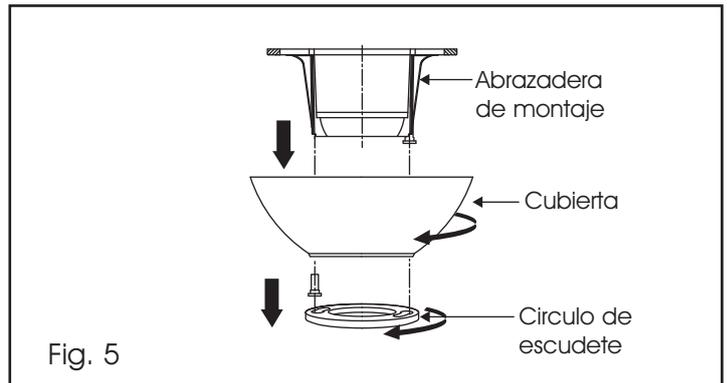

Fig. 5
**Paso 1.** Retire la tapa embellecedora del fondo del cobertor girando la tapa en sentido de las agujas del reloj. (Fig. 5)
**Paso 2.** Retire el abrazadera de montaje de la cubierta desatornillando 1 de 2 tornillos de la parte inferior del abrazadera de montaje y afloje el otro tornillo media vuelta. A continuación, gire la cubierta hacia la izquierda para retirarla. (Fig. 5)